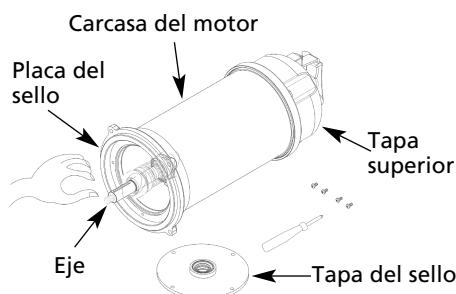
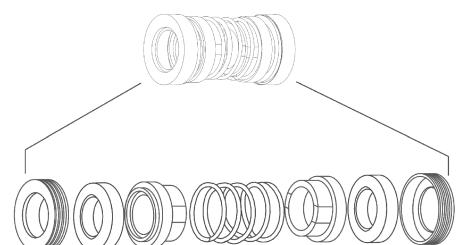

Figura 14
Figura 15 – Ensamble del sello mecánico
3. Para exponer el sello mecánico para examen, use el mismo procedimiento empleado para el sello del aceite. Primero, suelte la tapa del sello (Figura 14) al soltar los 4 tornillos de la parte superior, saque la tapa del sello y el anillo en O. Quite el sello mecánico (Figura 15) del eje. Examine todas las partes del sello mecánico y especialmente las superficies de contacto. Inspeccione el sello a ver si tiene señales de desgaste, tales como patrones de desgaste irregulares o partes estacionarias, fragmentos o rasguños en la superficie del sello. No intercambie los componentes del sello mecánico (Figura 15). Reemplace el sello mecánico completo o el anillo en O cuando el daño sea evidente.